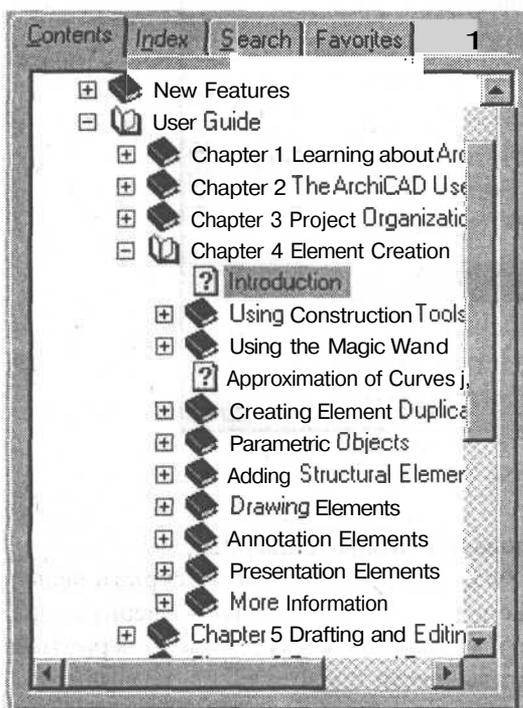

Рис. 2-130. Окно содержания
- слева представлен список тем и разделов в виде дерева (см. рис. 2-130). Дерево имеет иерархическую структуру и содержит основные темы рассматриваемого документа. Если слева от текста расположен знак «+», то данный заголовок содержит заголовки более низкого уровня. Если знак «+» изменился на знак «-», то данный подзаголовок относится к последнему уровню. Текст выделенного заголовка отображается справа. Пользователь может просматривать содержимое документа при помощи линеек прокрутки, может скопировать его или вывести на печатающее устройство.